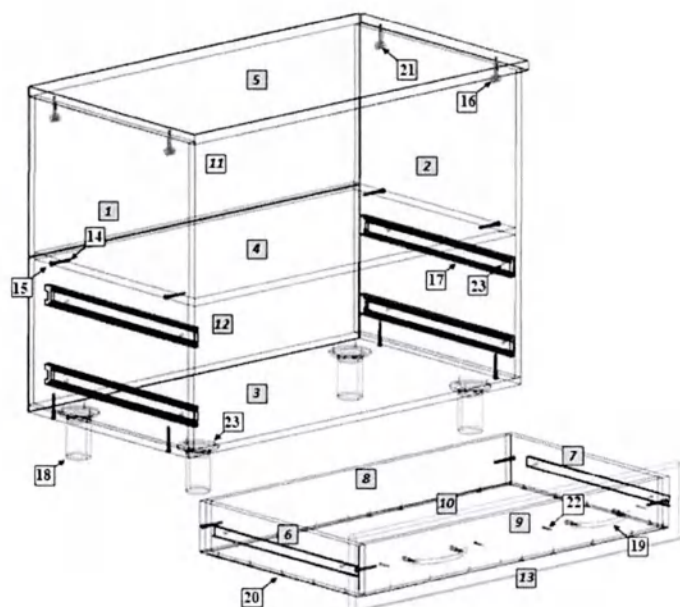

Рис. 1
1. Внимательно ознакомьтесь со схемой сборки, изображенной на рис. 1, сверяясь со спецификацией на изделие. Согласно позициям на схеме и спецификации определите расположение деталей в изделии и порядок их сборки. Сборка производится на ровном полу, укрытом материалом, предотвращающим повреждение покрытия пола и деталей мебели. Подготовьте необходимые для сборки инструменты – плоскую и крестовую отвертки, молоток, рулетку или линейку.
2. На горизонтальной нижней стенке (4) шурупами 4x16 (22) закрепите опоры (16). На вертикальных боковых стенках и средней стенке (1,2,3) – установите цилиндрические части эксцентриковых стяжек (21) в предназначенные для них отверстия; установите полкодержатели (18); установите монтажные планки петель (17). На крышке (5) и горизонтальной стенке (6) установите штоки эксцентриковых стяжек (21).
3. Евровинтами (13), как показано на рис. 1, соедините вертикальные стенки (1,2,3) с горизонтальными стенками (4,6). Установите крышку (5). Затяжка соединения производится путём поворота эксцентриков до упора в направлении стрелки, выштампованной на корпусе стяжки. Гвоздями (12) закрепите задние стенки (8), предварительно установив в стык соединительный профиль (11). Для крепления задней стенки (8) к средней стенке (3) используйте скрепки (20) с шурупами (22). На головки еврвинтов и эксцентриков установите заглушки (14,15).
4. На фасадах (9,10) шурупами 4x16 (22) закрепите петли (17), установите ручки (19). Двери (9,10) закрепите к боковым стенкам тумбы (1,2). При необходимости отрегулируйте положение фасадов винтами петель. Установите полки (7) на полкодержатели (18).